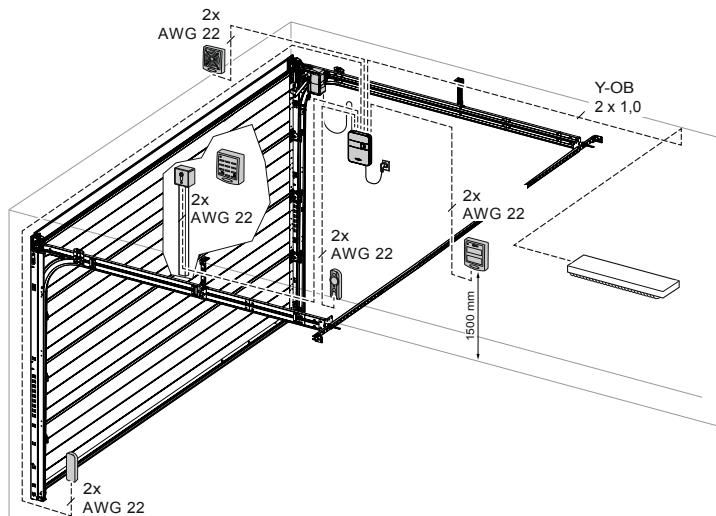

Abb. 5: BeispieldInstallation Zubehör
Setzen Sie die Torkonsole (5) auf die vorgesehenen Bohrungen der oberen Torblattsektion und verschrauben Sie sie mit den drei Schrauben (15) (Abb. 5).